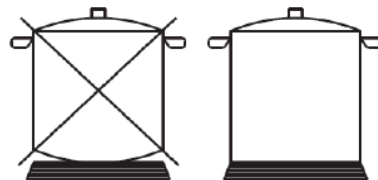

Abb. 9
- Använd en plattbottnad panna av lämplig storlek för varje brännare (se tabellen nedan och fig. 9). När innehållet i pannen börjar koka, vrid vredet till den mindre lågan. Använd alltid ett lock för pannen.